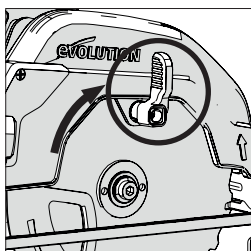

Abb. 5
- Drehen Sie den unteren Sägeblattschutz mit Hilfe des manuellen Daumen-Hebels in den oberen Sägeblattschutz. (**Abb. 5**)